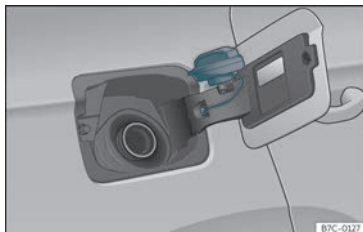

Fig. 253 Tapa del dipòsit amb el tap encaixat.
- Poseu-lo en l'espai que hi ha a la frontissa de la tapa oberta »» fig. 253.